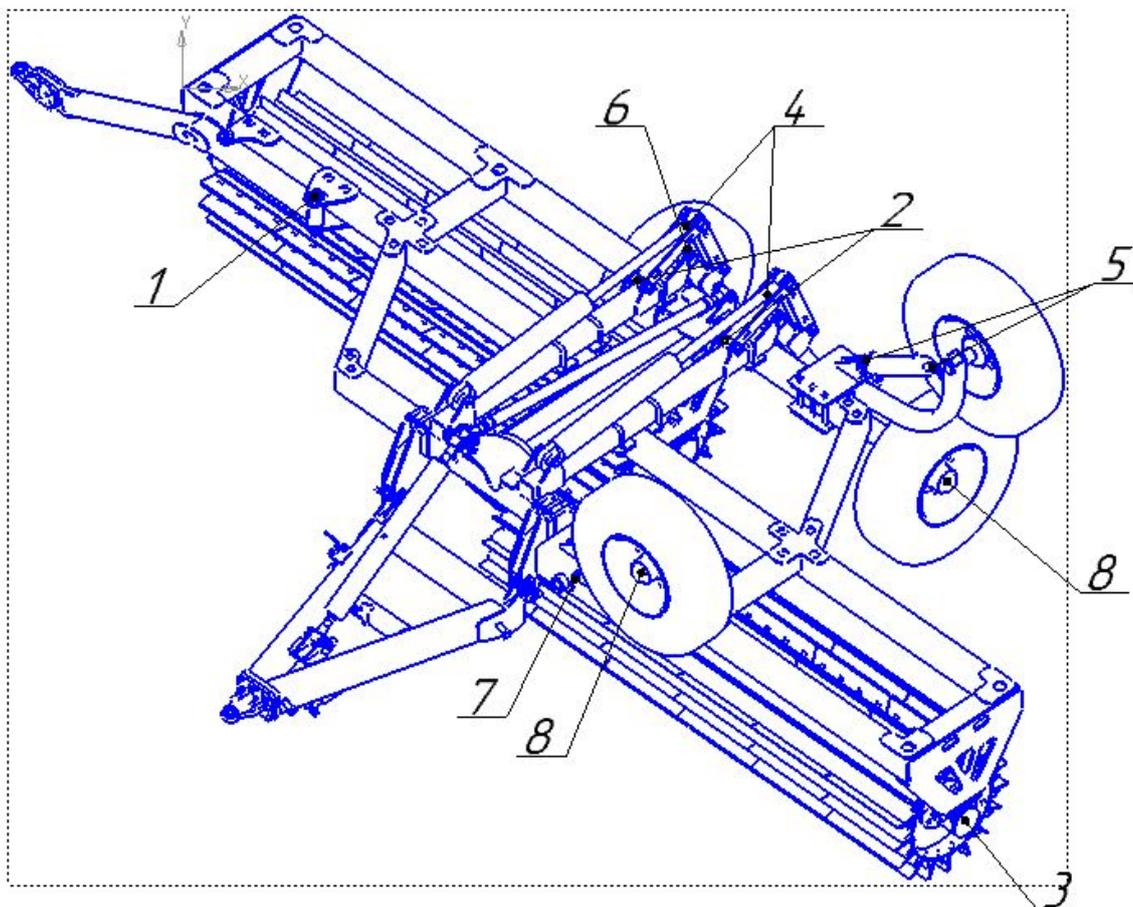

Рис. 12
-перед началом обкатки проверить затяжку всех болтовых соединений и смазку контрольных точек смазки согласно Рис. 12.